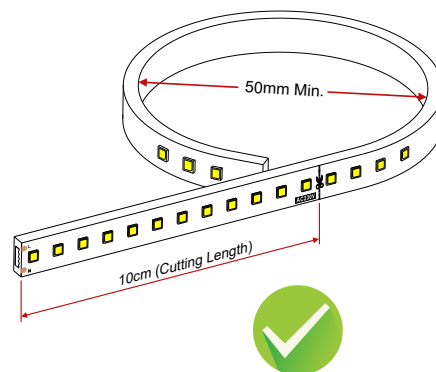

Fig. 1.1
- No doble la tira más allá del diámetro mínimo 50 mm (Fig. 1.1). Si lo hace, se producirán descargas eléctricas y lesiones corporales.